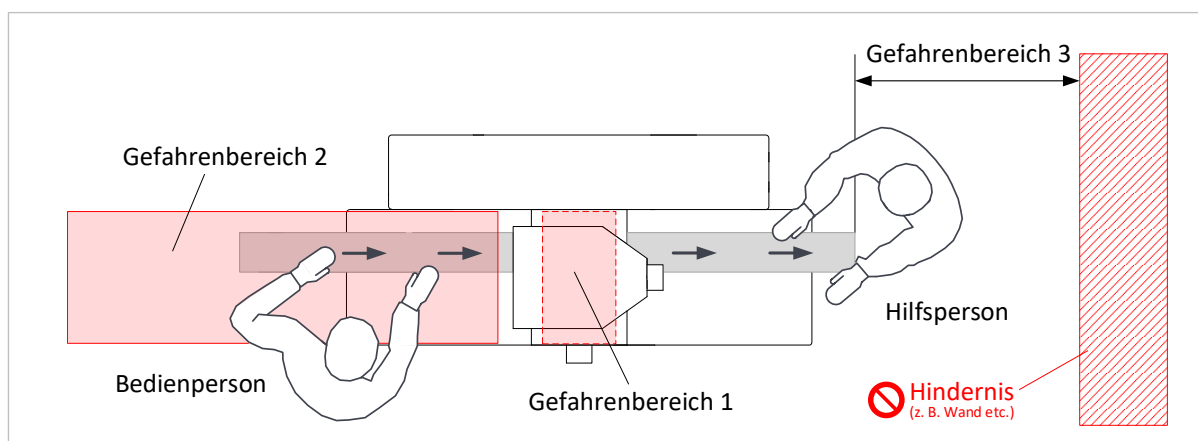

Abbildung 3: Gefahrenbereiche beim Dickenhobeln
- Die Bediersonen der Maschine muss beim Dickenhobeln generell auf der Aufgabeseite der Maschine, in Schnittrichtung und mit dem Körper seitlich des Maschinentisches, stehen. Das Betreten des in ⇒ Abbildung 3 gekennzeichneten Gefahrenbereichs 2 ist bei laufender Messerwelle verboten.